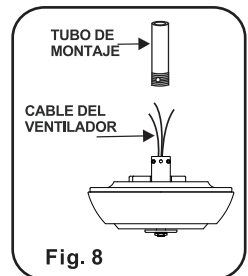

Fig. 8
Paso 4. Meta cuidadosamente los alambres del ventilador hacia arriba a traves del tubo de montaje. Atornille el tubo de montaje sobre el collarin hasta que los agujeros del tubo de montaje y el collarin queden alineados. Re-instale la chaveta y la chaveta de seguridad. Apriete bien os tornillos fijos con un desarmador de cruz. (Fig. 8)